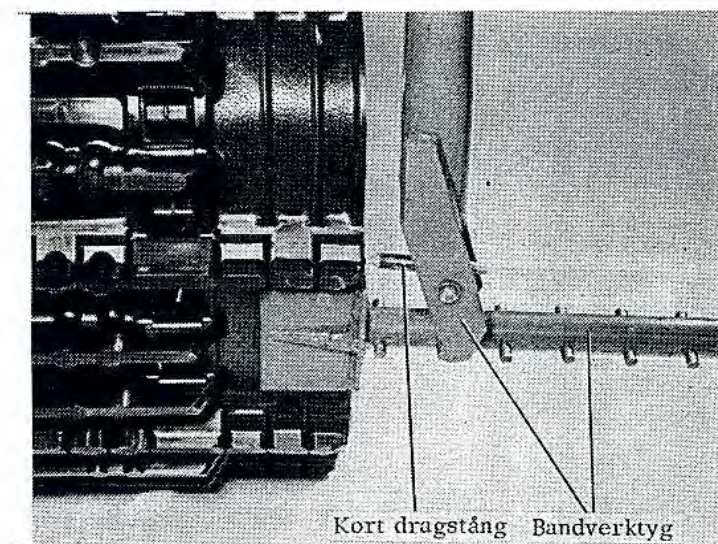

Bild 17. Utdragning av skarvpinne.
- Skruva i bandverktygets kortare dragstång och dra ut skarvpinnen, se bild 17.